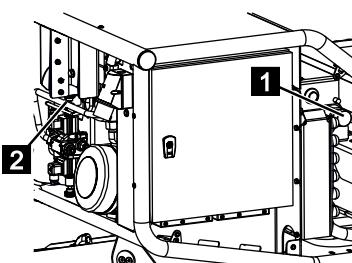

Abb. 200
3. Das Ventil [Stütze,Kette] (Abb.200/1) eindrücken und im Uhrzeigersinn verriegeln.
4. Das Ventil [LS] (Abb.200/2) im Uhrzeigersinn komplett eindrehen.